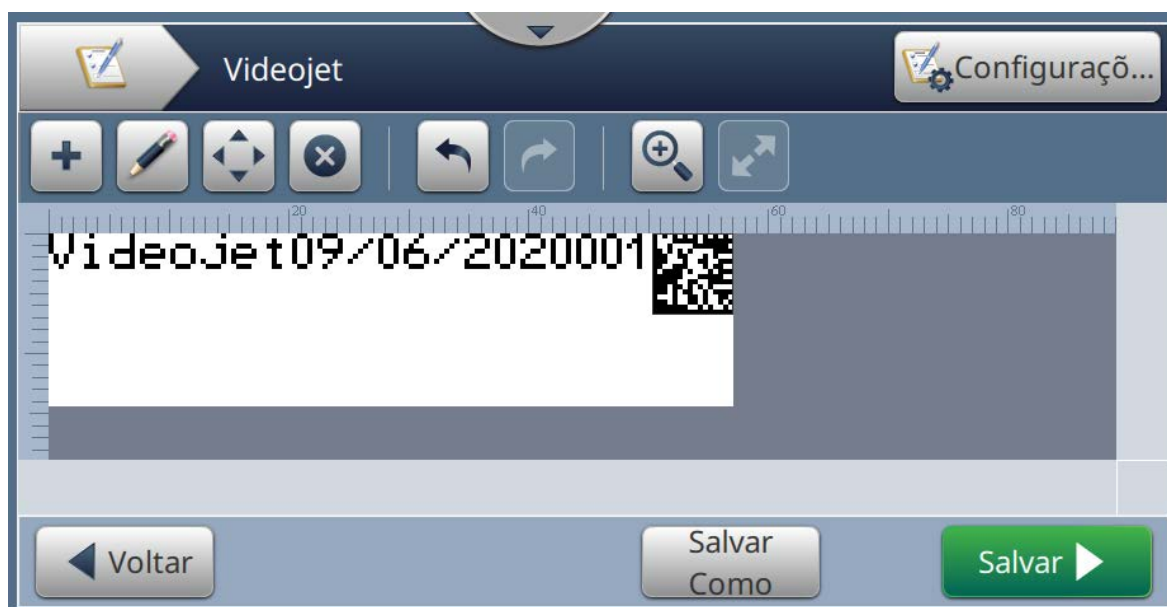

Figura 6-13: Tela Editor de trabalhos
10. Toque o botão  para salvar as alterações. A tela Editor de trabalhos é aberta, como mostra a Figura 6-13.